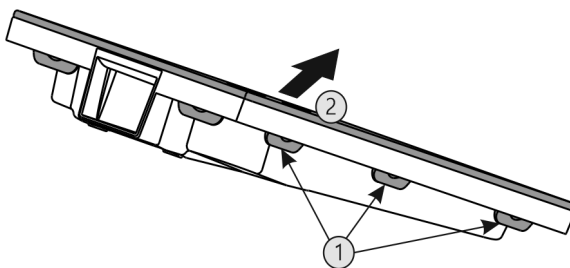

Fig. 43
- Premere una dopo l'altra tutte le linguette Fig. 43 (1) e rimuovere la copertura Fig. 43 (2).